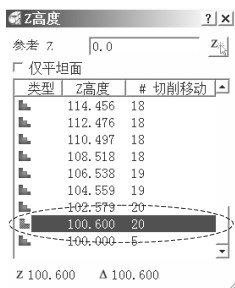

图 5-19 选择 Z 高度
(1) 分层查看粗加工刀具路径 在 PowerMILL “刀具路径编辑”工具栏中,单击“按 Z 高度查看刀具路径”按钮 , 打开“Z 高度”表格,如图 5-19 所示,单击 Z=100.6 高度层,